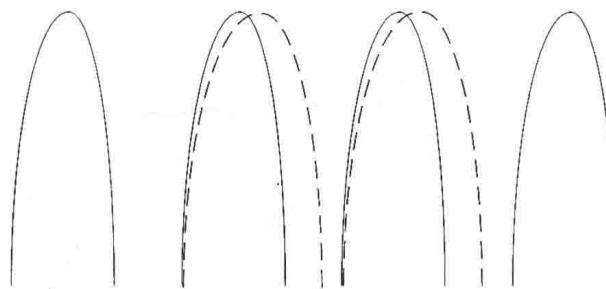

图 3-60 没有随机化（虚线）和随机化（实线）电压分布对比
1) 让 0 和 1 的分布充分隔离。图 3-60 是 MLC 内部的各个存储状态电压分布图，实线是随机化后的分布，每个状态都充分隔离；虚线是没有随机化的分布，有些状态的分布明显变宽了，随着时间流逝或者寿命缩短，这些分布会和周边发生交集，导致读数据出错。